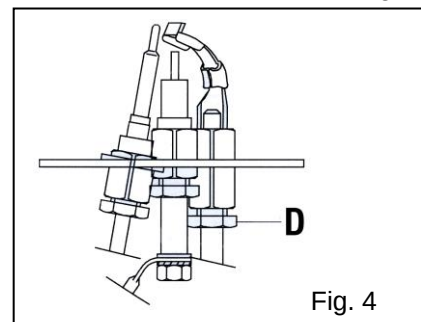

Fig. 4
5.2 Sostituzione dell'iniettore della fiamma pilota (Fig.4)